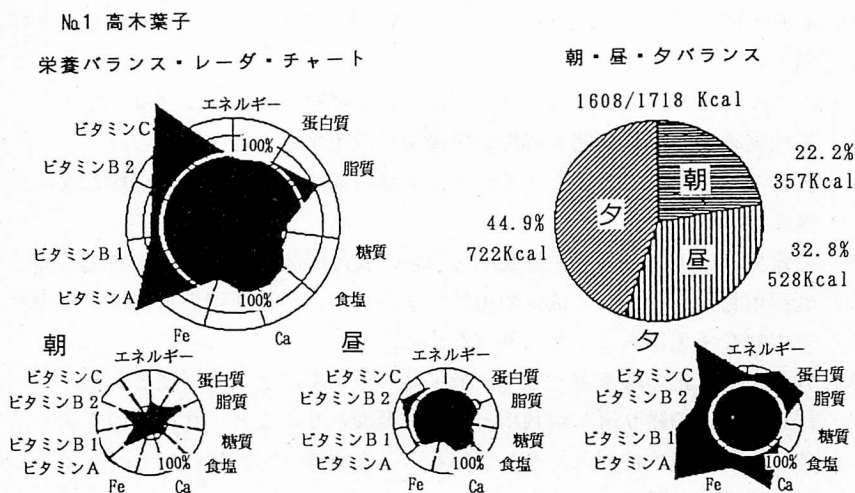

図1 栄養素バランスレーダー・チャート
◆図1に関して
- 実習の際、図1にはほぼ等しい図形を1食として地味に描いている。提出点5点。そのためか理解は早い。朝・昼・夜と分割して表示されるのはパソコンの強みであろう。